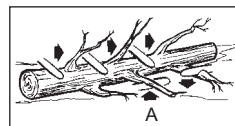

Fig. 12
Snoeien is het verwijderen van takken van een gevallen boom. De onderste takken (A) mogen pas verwijderd worden nadat de stam in blokken is verdeeld (Fig. 12). Takken die onder spanning staan moeten van beneden naar boven doorgezaagd worden zodat de zaag niet klem komt te zitten.